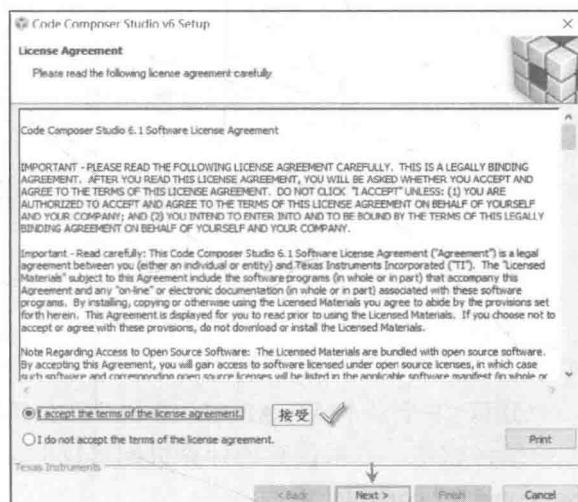

图 1.1 关闭杀毒软件接受安装协议
在安装 CCS6.1.2 时：①关闭杀毒软件接受安装协议（图 1.1）；②按默认路径安装